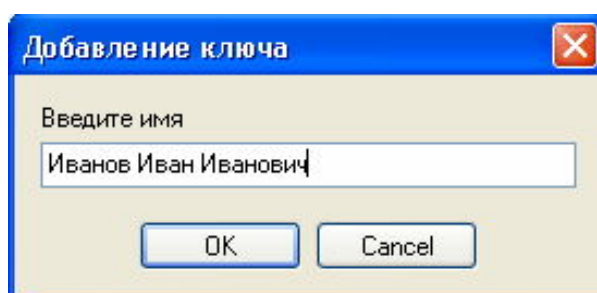

Рисунок 6 – Ввод имени владельца ключа
5. Далее программа предложит Вам ввести имя владельца ключа для того, чтобы в дальнейшем данному ключу сопоставлять введенное имя (см. Рисунок 6). Для продолжения нажмите кнопку «OK». Для отмены ввода нажмите кнопку «Cancel» или кнопку «ESC» на клавиатуре.